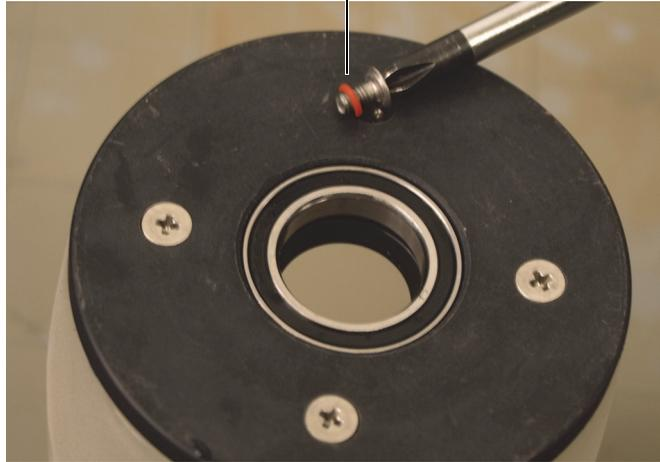

Abbildung 6-14 Entfernen der äußeren Halteschrauben vom Flachflansch der Akustikrolle
1. Entfernen Sie die vier äußeren Halteschrauben des Flachflanschs der Akustikrolle. Der Flachflansch befindet sich gegenüber dem Flansch an der Sensorkabelseite (Abbildung 6-14 auf Seite 93).